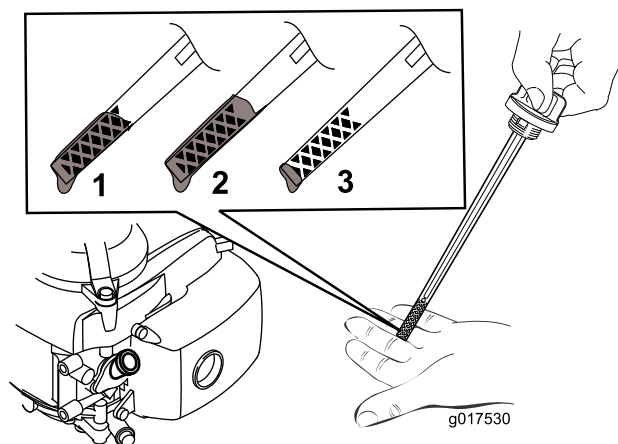

図 18
**注** ディップスティックで量を確認しながら 図 18 に示される適正量までオイルを入れる。オイルを入れすぎてしまった場合には、5の項に従って余分なオイルを抜き取ってください。